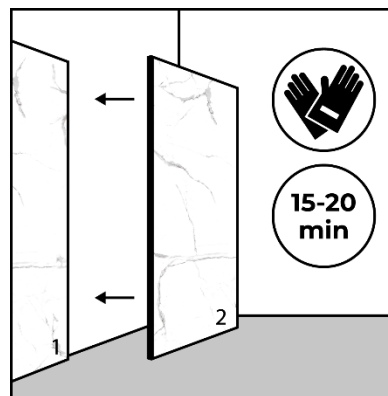

Figura 4
1. Coloque el panel con el adhesivo contra la pared (Figura 4). El adhesivo le permite ajustar el panel durante un período de 15 a 20 minutos (dependiendo de la marca usada). Este tiempo varía según la humedad dentro de la habitación donde se está instalando. La alta humedad reduce el tiempo y la baja humedad aumenta el tiempo.